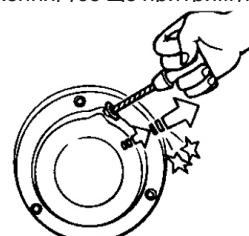

Рис.14
- Повільно потягніть за рукоятку стартера, доки не відчуєте опір. Це точка «стиснення». Поверніть рукоятку від початкового положення та швидко потягніть. Не витягайте шнур повністю. Після запуску двигуна дайте рукоятці стартера повернутися у вихідне положення, все ще притримуючи її (Рис.14).